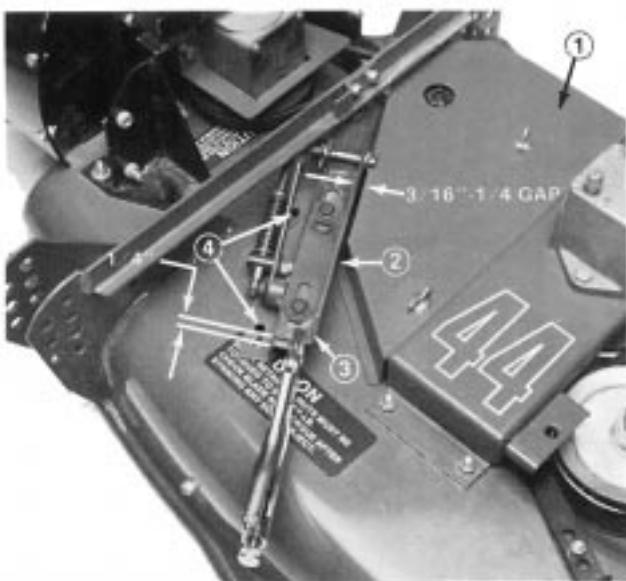

Abbildung 12
- 21.** Eine neue Riemenabdeckung anbringen (Abb. 12).
Hinweis: Für ältere Schneideeinheiten mit Befestigungsknöpfen an der Abdeckung müssen die 1/4-Umdrehungsbohrungen an der neuen Mäherdeckabdeckung ausgestanzt werden (Abb. 12).
- Den Leitadschlitten so einstellen, daß vom Ende des Schlittens zum Ende des Haltebügels $1/4"$ (6 mm) Abstand sind. Den Schlitten festklemmen, damit er diese Position bei der Montage am Mäherdeck beibehält (Abb. 12).
- Das Leitrad so am Deck positionieren, daß die Kante mit der Riemenabdeckung parallel ist und ein Abstand von $3/16-1/4"$ (5–6 mm) vorhanden ist (Abb. 12).
- Bei festgeklemmtem Leitrad die Leitrad-Riemscheibe fest in den Lüfterriemen schieben (Abb. 12).